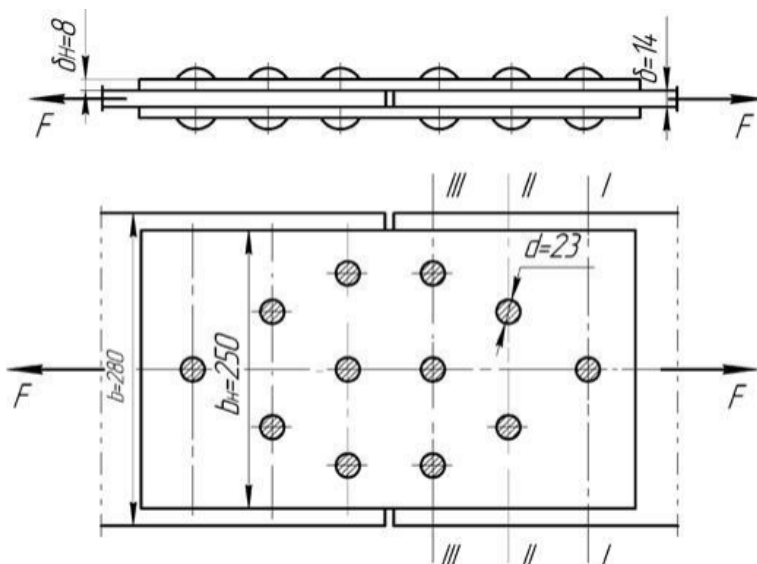

Рис. 15.3
**Задача 15.3.** Определить допустимую нагрузку заклепочного соединения (рис. 15.3). Допускаемые напряжения:  $[\sigma_p] = 140 \text{ МПа}$ ,  $[\tau_{ср}] = 100 \text{ МПа}$ ,  $[\sigma_{сж}] = 240 \text{ МПа}$ .